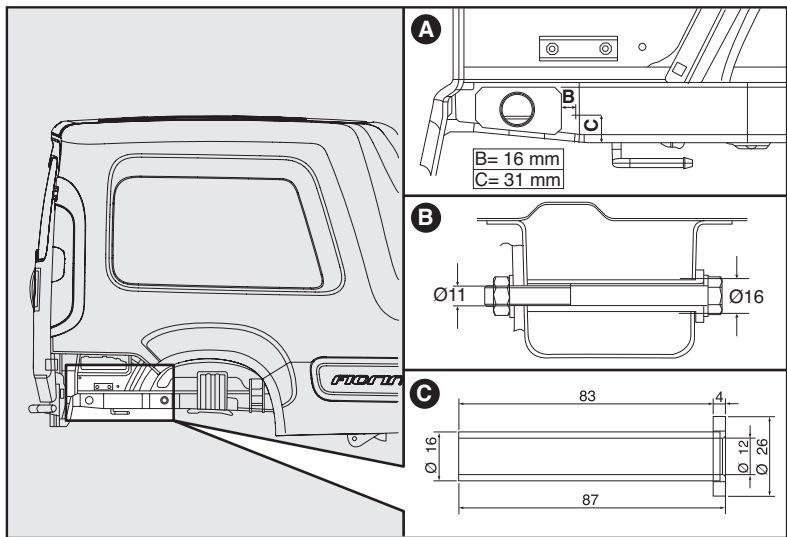

fig. 11
- Efetuar no veículo uma furação com Ø (diâmetro) de 11 mm, traspassando a longarina posterior nas marcas esquemáticas indicadas na **fig. 11** (ver detalhes **A** e **B** na mesma figura).
- Alterar o diâmetro dos furos, na parte externa da longarina posterior, para Ø 16 mm, para possibilitar a passagem de um tubo, conforme detalhe **B-fig. 11**. As especificações do tubo, que deverá ser de aço temperado, estão contidas no detalhe **C-fig. 11**.